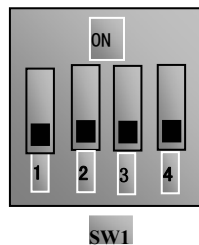

图 4-4 拨码开关
(2) 按方式键，进入编程菜单。
(3) 进行电机参数学习；操作步骤与例 1 完全相同。
(4) 设置变频器的功能参数：
① 进入 F106 参数，设置为 0，控制方式选择无速度传感器矢量控制；
② 进入 F203 参数，设置为 1，选择模拟 AI1，0~5V 电压端子频率设定方式；
③ 进入 F208 参数，设置为 1，选择方向端子（OP5 设置为自由停车，OP6 设置为正转；OP7 设置为反转）控制运行；
(5) 对于三相变频器控制端子排附近有一四位红色拨码开关 SW1，如图 4-4 所示。拨码开关的作用是选择模拟量输入端子 AI1、AI2 的输入范围（0~5V/0~10V/0~20mA）。实际使用时通过 F203 来选择模拟量输入通道。按图示把开关 1 和 3 拨到 OFF 位置，选择 0~5V 电压调速。